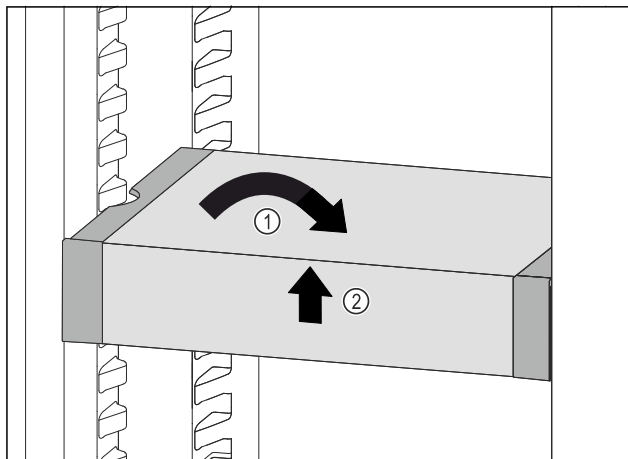

Fig. 72
- ▶ Plasser VarioSafe rett. Fig. 72 (1)
- ▶ Løft VarioSafe opp i forkant. Fig. 72 (2)